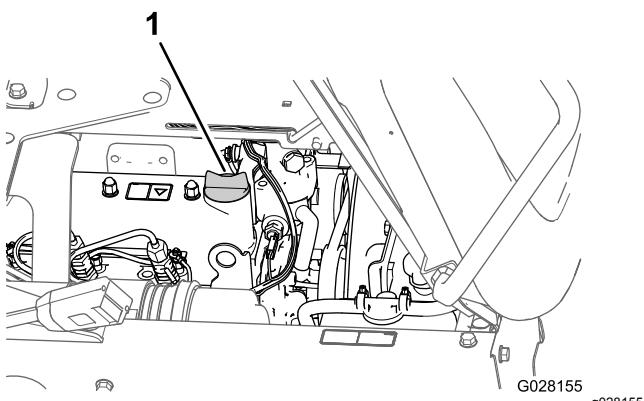

Figura 71
3. Se il livello dell'olio è basso, rimuovete il tappo di riempimento dal coperchio della valvola e versate olio nel collo del bocchettone fino a quando il livello dell'olio non raggiunge il segno di pieno sull'asta di livello (Figura 71).